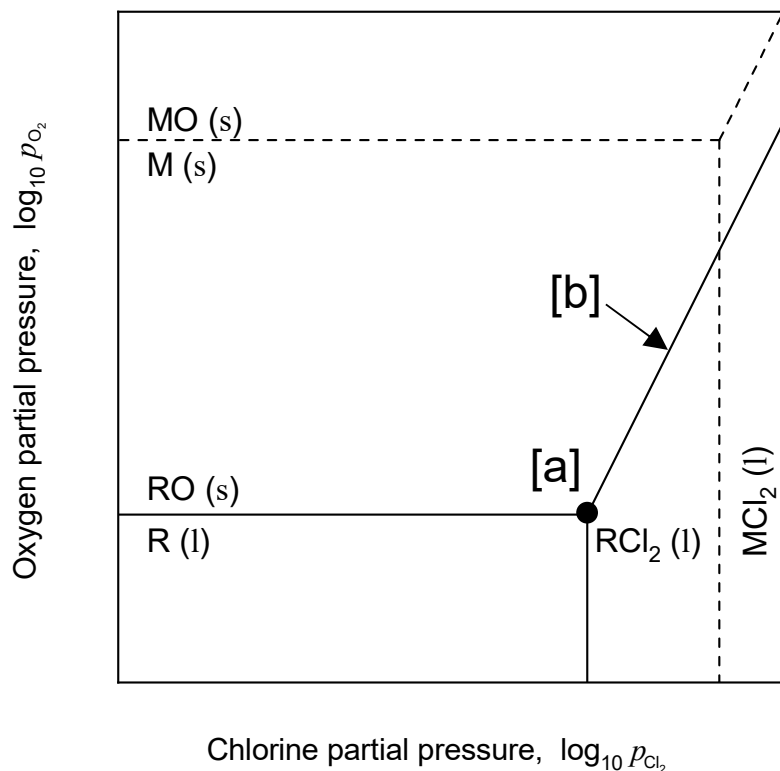

図 2
2. 高温における金属 M, M の酸化物 (MO), M の塩化物 (MCl₂), 金属 R, R の酸化物 (RO), R の塩化物 (RCl₂) との反応について考察する。圧力および反応温度はそれぞれ 1 atm, 1300 K で一定とする。図 2 は M-O-Cl 系と R-O-Cl 系の 1300 K でのポテンシャル図を重ね合わせた図である。図 2 の縦軸と横軸はそれぞれ $\log_{10} p_{\text{O}_2}$ と $\log_{10} p_{\text{Cl}_2}$ (ここでは p_{O_2} は酸素分圧 (atm), p_{Cl_2}
- (1) 図 2 中の点[a]の仮想的な $\text{R/RCl}_2/\text{RO}$ 平衡における $\log_{10} p_{\text{O}_2}$ と $\log_{10} p_{\text{Cl}_2}$ の値を計算せよ。
- (2) 図 2 中の線[b]の傾きを計算せよ。
- (3) 酸素を含む金属 M と金属 R および RO を接触させたときの、金属 M 中の酸素濃度 (mass%) の値を計算せよ。ただし、Henry 則の成り立つ濃度領域とし、酸素の活量係数 $f_{\text{O}} = 1$ とする。また、金属 M と接触後に金属 R および RO は残存する。
- (4) 図 2 を解答用紙に描き写し、金属 M から RCl_2 を用いて MCl_2 を生成するための $\log_{10} p_{\text{O}_2}$ の条件を図示せよ。また、50字程度でその条件を説明せよ。